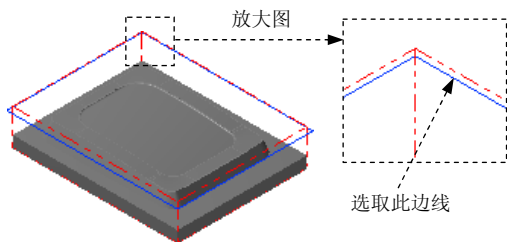

图 5.24 选取切削范围边线
(3) 设置加工边界。在 **边界范围** 区域中单击  按钮，系统弹出“串连选项”对话框。在图形区中选取图 5.24 所示的边线，单击  按钮，系统返回至“刀具路径的曲面选取”对话框。
(4) 单击“刀具路径的曲面选取”对话框中的  按钮，系统弹出“曲面精加工浅平面”对话框。